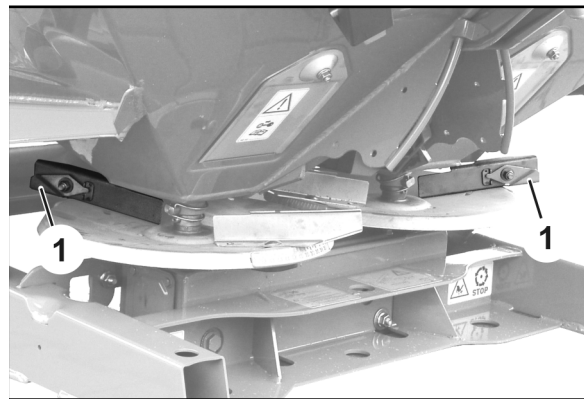

Fig. 28
- linke Streuscheibe (Fig. 28/1) mit Markierung **L**.
- rechte Streuscheibe (Fig. 28/2) mit Markierung **R**.
- Lang (Fig. 28/3) - Einstellskala mit Werten von **30** bis **50**.
- Kurz (Fig. 28/4) – Einstellskala mit Werten von **0** bis **20**.